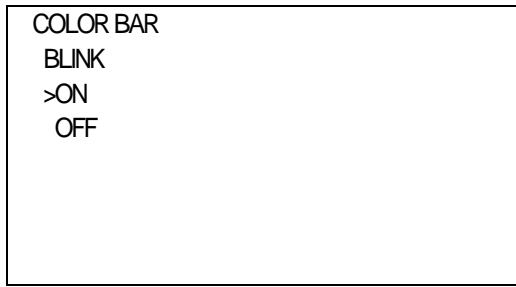

図4-8 オンスクリーンメニュー (BLINK例)
- 1) COLOR BARメニューで「BLINK」を選択し、**ENTER** ボタンを押すと図4-8のような設定メニューが表示されます。